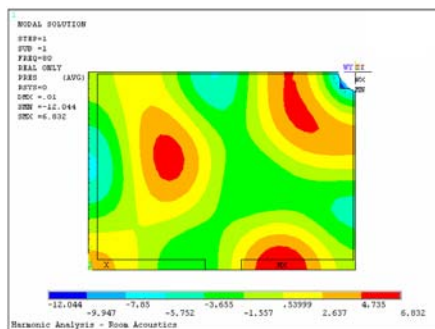

图 11-97 压力场分布等值线图
❸ 在“Item to be contoured”列表中，选择 Nodal Solution→DOF Solution→Pressure，单击“OK”按钮，ANSYS 窗口将显示如图 11-97 所示的压力场分布等值线图。